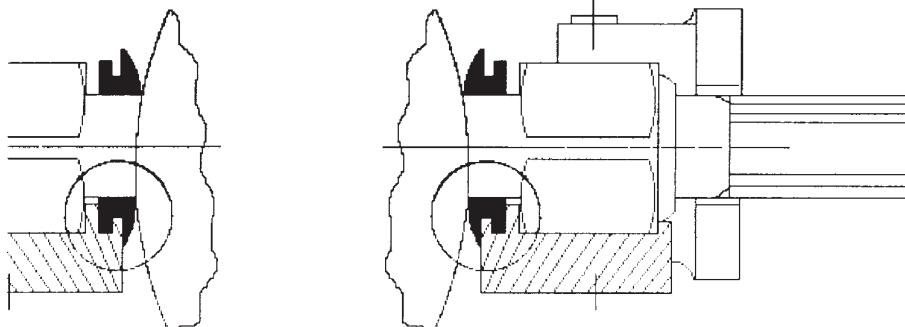

Fig. 2
**Vous devez procéder comme il suit:** (voir fig. 1 et fig. 2):
**Eseguire le seguenti operazioni:** (vedi Fig. 1 e Fig. 2):
| <ul style="list-style-type: none"> <li>- Loosen bolts (6) and (10) and remove them. Do not lose nuts (9).</li> <li>- Separate semi-bodies (item (3) and (8) with V1IFS, twice item (3) with V2FS).</li> <li>- Separate valve disc along with seal and hexagonal bushes from the valve body.</li> <li>- Remove hexagonal bushes (7) from disc shaft.</li> <li>- Remove disc seal (1) from the two shaft ends.</li> <li>- Fit new seal on the two shaft ends. Ensure seal does not get damaged.</li> <li>- Slide the two hexagonal bushes (7) over the shaft ends.</li> <li>- Introduce drive shaft into the bore of the actuator support bracket. Ensure correct fit of the two hexagonal bushes (see fig. 2).</li> </ul> | <ul style="list-style-type: none"> <li>- Schrauben (6) und (10) lösen. Dabei Muttern (9) nicht verlieren.</li> <li>- Klappenhälfte voneinander trennen (Pos. (3) und (8) bei V1 FS, 2 x Pos. (3) bei V2FS).</li> <li>- Klappenteller samt Dichtmanschette und Sechskantbuchsen vom Rahmen trennen.</li> <li>- Sechskantbuchsen (7) von den Wellenden abziehen.</li> <li>- Dichtmanschette (1) zuerst vom einen, dann vom anderen Wellende lösen.</li> <li>- Neue Dichtmanschette zuerst über das eine, dann über das andere Wellende ziehen. Dabei darauf achten, daß die Manschette nicht beschädigt wird.</li> <li>- Die zwei Sechskantbuchsen (7) auf die beiden Wellenden schieben.</li> <li>- Die Antriebswelle durch die Halterungsbohrung führen und auf den korrekten Sitz der zwei Sechskantbuchsen achten (siehe Abb. 2).</li> </ul> | <ul style="list-style-type: none"> <li>- Dévissez les vis "6" et "10" en faisant bien attention à ne pas perdre les écrous .91, ; séparez les deux demicorps ("S" et "8" pour les V1FS, "3" pour les V2FS);</li> <li>- soulevez le disque en même temps que le joint et retirez-les, ainsi que les embouts hexagonaux;</li> <li>- retirez des pivots du disque les embouts hexagonaux "T";</li> <li>- retirez des pivots du disque le joint "T", d'abord d'un côté et ensuite de l'autre;</li> <li>- placez le nouveau joint sur les pivots du disque en faisant bien attention à ne pas l'abîmer;</li> <li>- enfitez les embouts hexagonaux "T";</li> <li>- enfitez dans l'étrier le pivot de commande et posez les embouts hexagonaux et le joint du disque dans leurs logements relatifs du demicorps inférieur (fig. 2).</li> </ul> | <ul style="list-style-type: none"> <li>- Svitare le viti "6" e "10» facendo attenzione a non perdere i dadi "T"</li> <li>- separare i due semicorpi ("W e "T" per V1 FS, "3" per V2FS)</li> <li>- sollevare e sfilare il disco con la guarnizione e le boccole esagonali</li> <li>- sfilare le boccole esagonali "7" dai perni del disco</li> <li>- estrarre la guarnizione 'T' dai perni del disco prima da una parte poi dall'altra.</li> <li>- inserire la nuova guarnizione sui perni del disco facendo attenzione a non danneggiarla.</li> <li>- infilare le boccole esagonali 'T'</li> <li>- infilare nella staffa il perno di comando ed appoggiare le boccole esagonali e la guarnizione del disco nelle relative sedi dei semicorpi inferiori (fig.2).</li> </ul> |